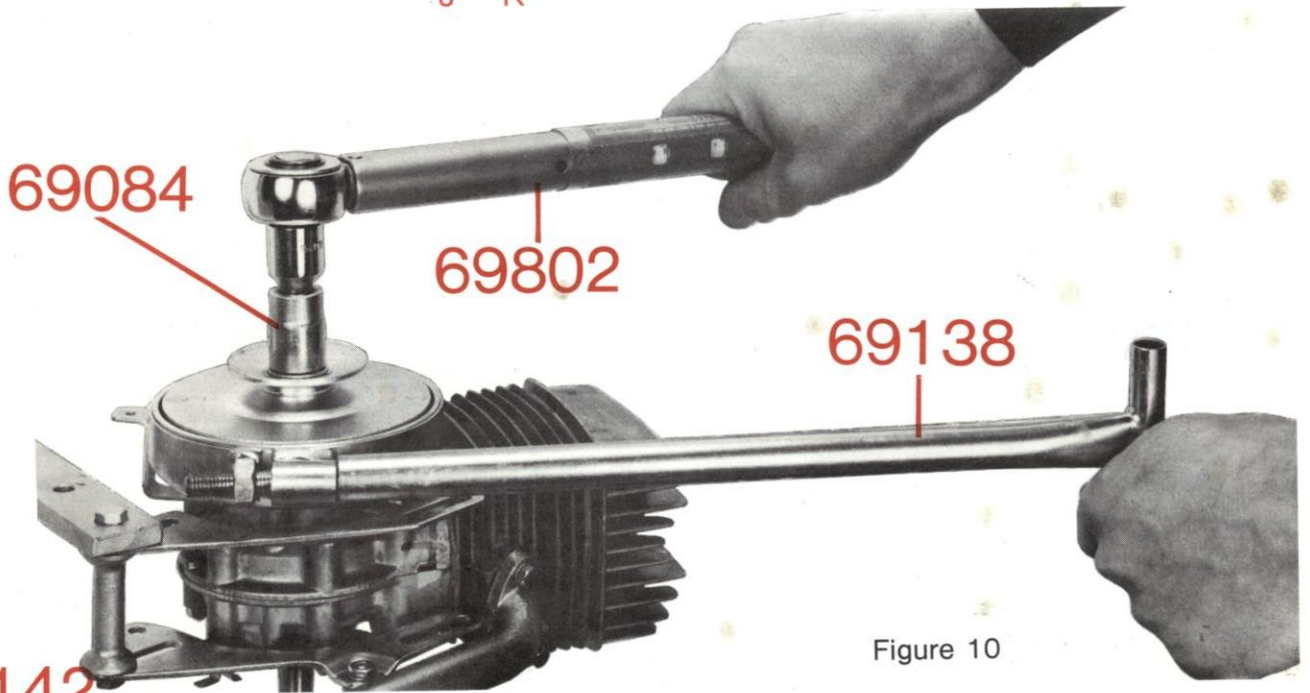

Figure 10
- Desserrer l'écrou en bout de vilebrequin (filetage à droite) avec une clé à pipe de 17 ou une clé dynamométrique 69802 équipée du réducteur et de la douille de 17 n° 69084 en immobilisant le tambour (C) avec l'outil 69138 (figure 10).